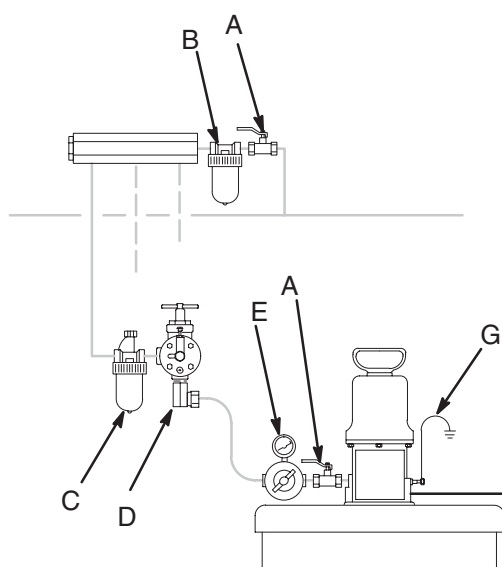

Fig. 4
Monter les organes dans l'ordre indiqué à la Fig. 4. Ne monter sur la pompe que le régulateur d'air (E) et une vanne d'air principale (A). Monter tous les autres organes sur des supports muraux individuels afin de réduire les sollicitations sur l'entrée de la pompe. À noter qu'un seul filtre à air (B) peut desservir plusieurs pompes grâce à l'implantation d'un distributeur d'air en aval du filtre.